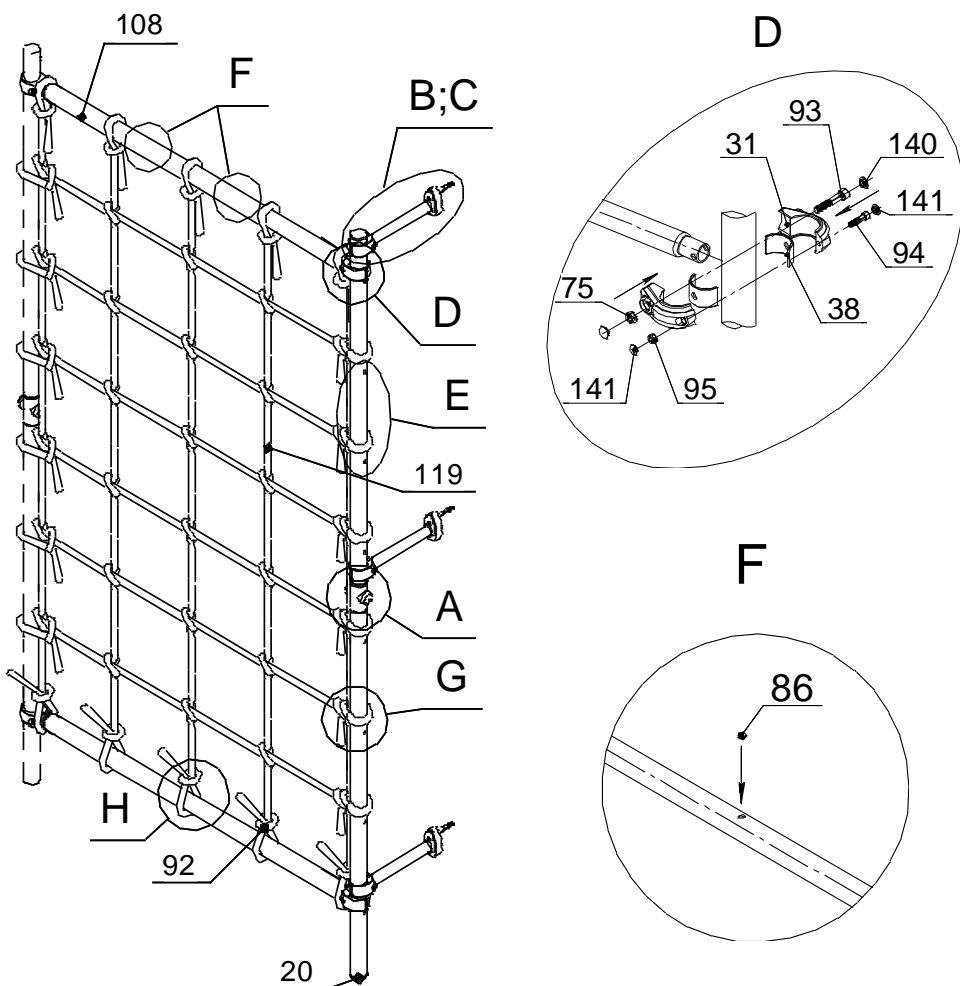

Рис.2
3.2 Сборка и монтаж комплекса комплектации -45 (рис.2).